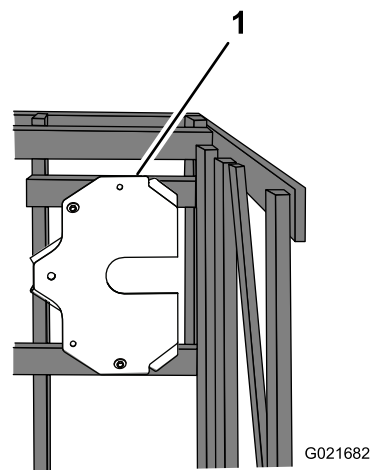

Figura 10
1. Rimuovete i bulloni che fissano la piastra di montaggio alla cassa (Figura 10).